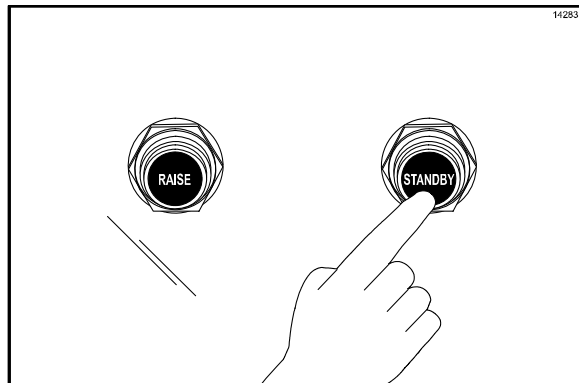

Рисунок 37
19. Нажмите на черную кнопку "ОЖИДАНИЕ", чтобы опустить центральную плиту. (См. рис. 37)